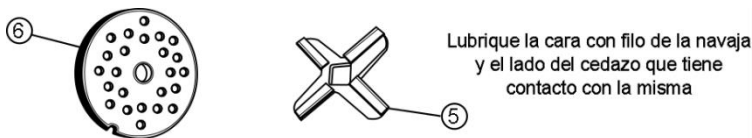

FIG. 6 PARTES A LUBRICAR DESPUÉS DE LIMPIEZA
2. Usando un cepillo de cerdas suaves (no incluido) lave cada componente con solución jabonosa, especialmente dentro del cabezal (2) para desechar restos de carne acumulados.
5. Lubrique navaja (5) y cedazo (6) con el aceite grado alimenticio (**Ver Fig 6**). Ensamble otra vez.